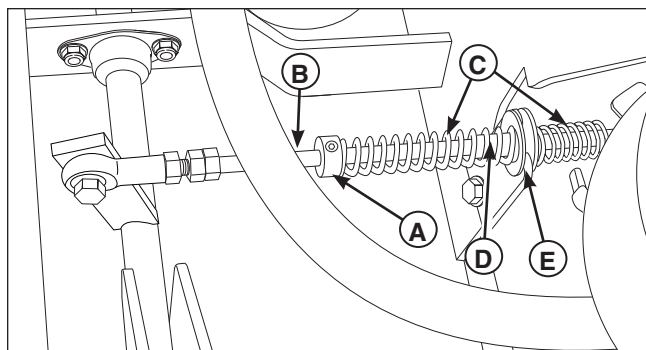

Figura 37. Ajuste de devolución de resorte del neutral
3. Mueva las palancas del control de velocidad de avance hacia afuera hacia la posición de neutral. Si las palancas no se alinean con las muescas en la placa de bloqueo del neutral, será necesario ajustar los brazos de retorno a neutral (C, Figura 37).